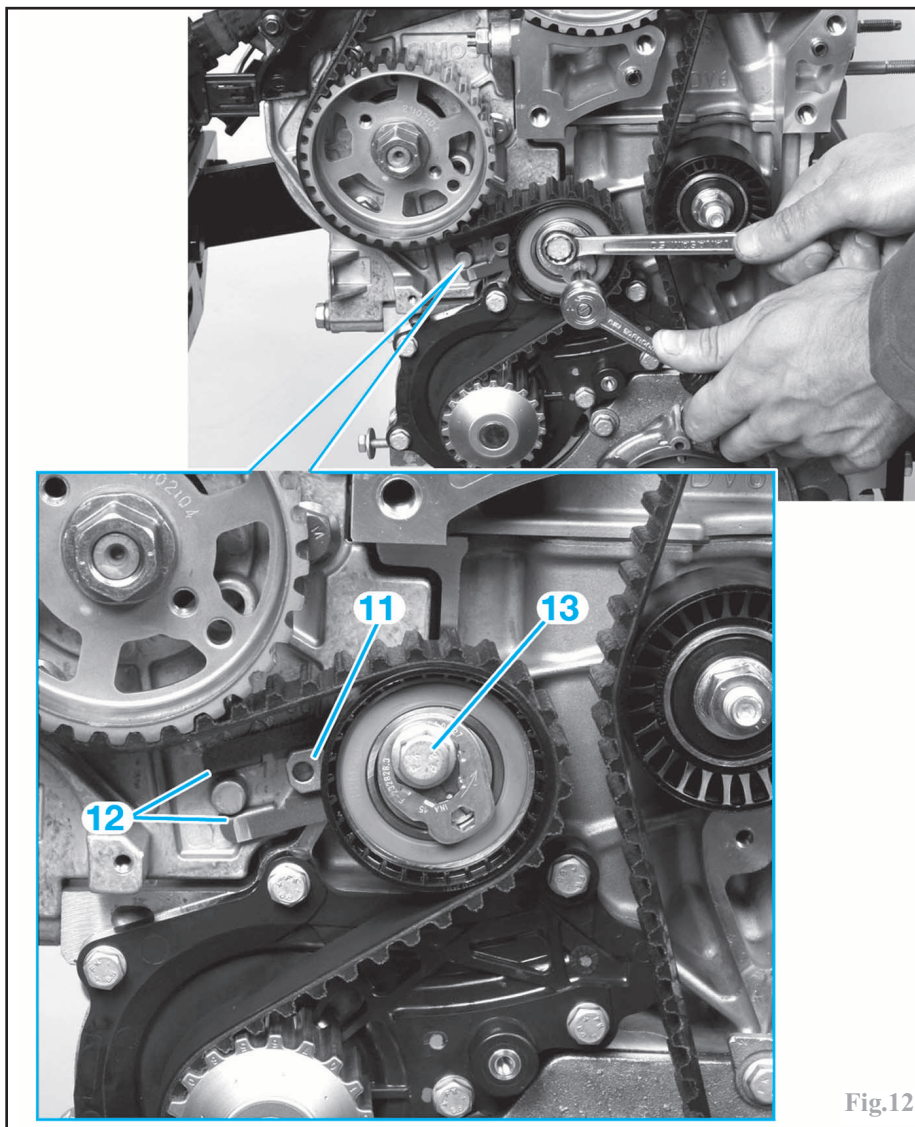

Fig.12
À l'aide d'une clé **6 pans**, amener l'index (11) (Fig.12) du galet tendeur au milieu de la zone de contrôle (12) en tournant le tendeur dans le sens antihoraire.
Contrôler le positionnement de l'index (11) (Fig.12) qui doit se trouver dans la zone de contrôle (12). Dans le cas contraire, reprendre l'opération de repose. Déposer les différentes piges en place.